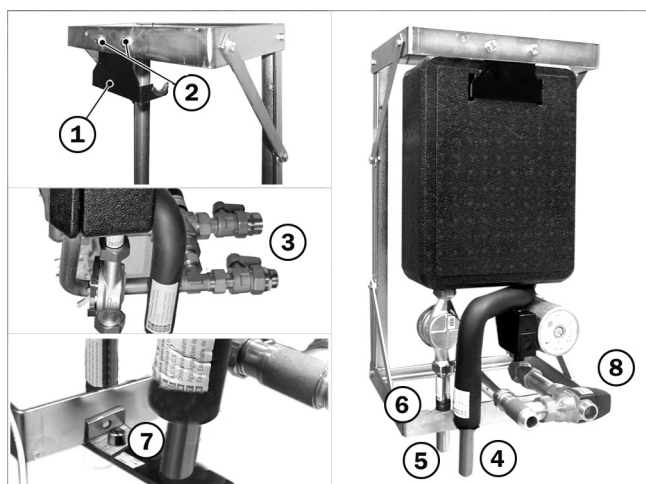

Fig.1: Montaje de la estación de agua caliente sanitaria
i La "válvula mezcladora térmica", → fig. 1 (8) viene preajustada de fábrica. Si necesita ser ajustada de nuevo, véase → cap. „Ajuste de la válvula mezcladora térmica“.